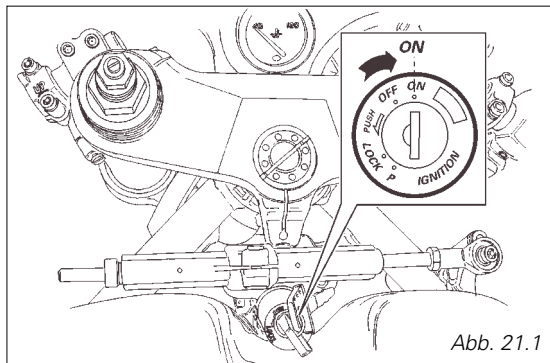

Abb. 21.1
1) Den Zündschalter auf die Angabe **ON** (Abb. 21.1) drehen und dabei prüfen, ob die grüne Kontrollleuchte **N** und die rote Öldruckkontrollleuchte  auf dem Instrumentenbrett aufleuchten.